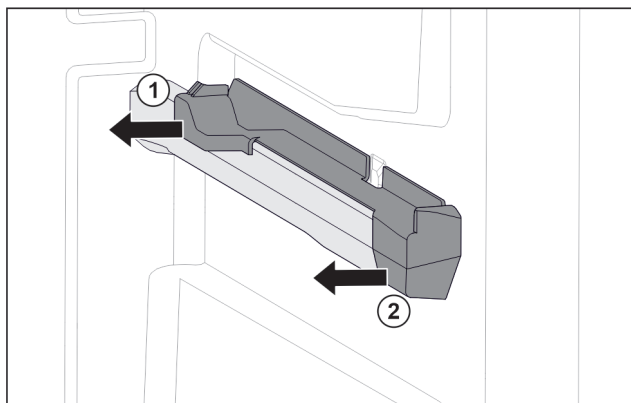

Fig. 77 Aufsteckteil auf der rechten Behälterrippe
- Aufsteckteil unten hinten greifen. Fig. 77 (1)
- Aufsteckteil hinten zur Seite abziehen. Fig. 77 (1)
- Aufsteckteil vorne zur Seite abziehen. Fig. 77 (2)